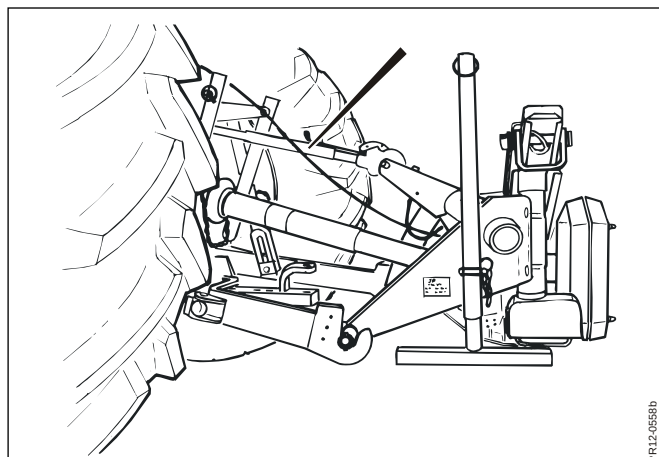

Fig. 3-9
- Fig. 3-9:** Stubbhöjden kan ställas in med toppstången.